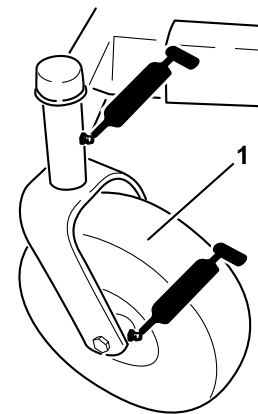
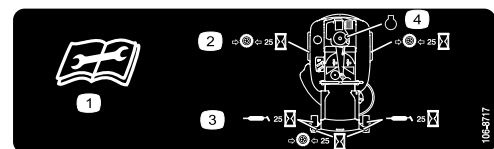

Figura 21
Figura 22
3. Limpie con un trapo los puntos de engrase (Figura 21 y Figura 22). Asegúrese de rascar cualquier pintura que hubiera sobre los puntos de engrase.
4. Conecte una pistola de engrasar a cada punto de engrase (Figura 21 y Figura 22). Bombee grasa hasta que empiece a rezumar grasa de los cojinetes.